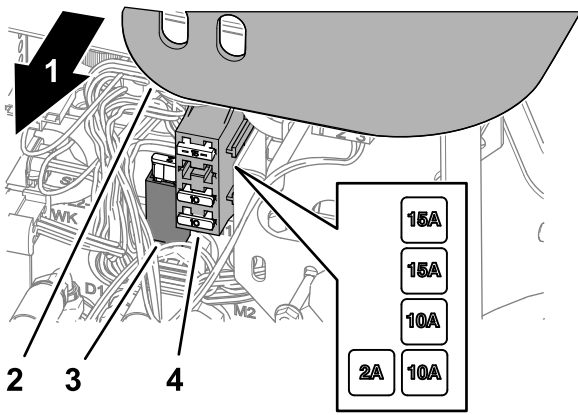

Figura 75
1. Retire la cubierta del brazo de control (Figura 75).
2. Localice el fusible fundido en el portafusibles o en el bloque de fusibles (Figura 75).
4. Monte la cubierta en el brazo de control (Figura 75).